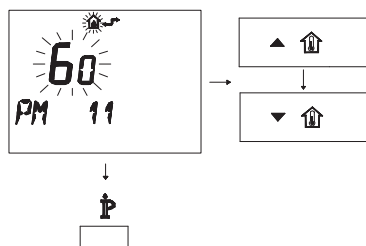

Figura 5.48
- Per modificare il SET programmato agire sui pulsanti ▲ **↑** o ▼ **↓** e aspettare che il numero programmato cominci a lampeggiare (Figura 5.48). Ogni passo incrementato o decrementato corrisponde a 1 secondi.